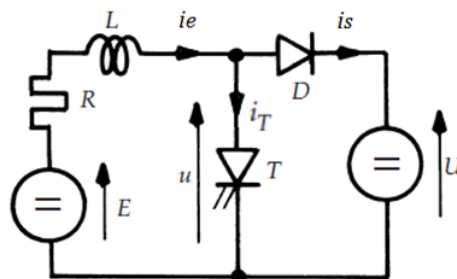

FIGURE 1.11 - Schéma d'un Hacheur série avec générateur R L E.
a) **conduction continue** : On considère le générateur est un circuit  $R, L, E$  série, lorsque la conduction est continue (figure 1.11) :